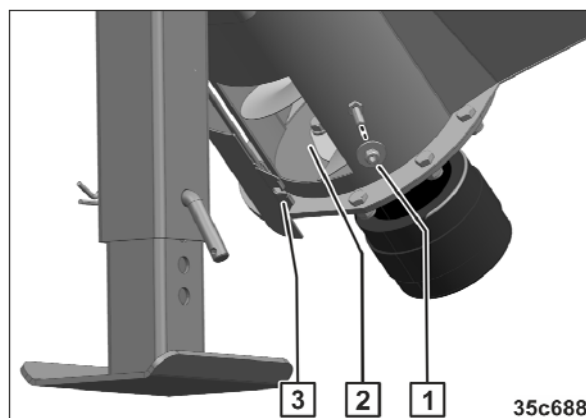

Fig. 281
2. Demontați piulița și șaiba (Fig. 281/1).
3. Deschideți clapeta (Fig. 281/3).